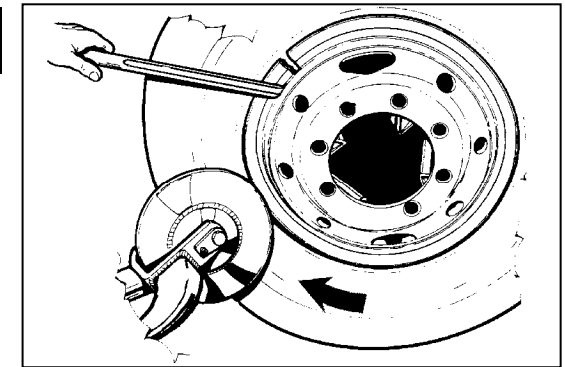

Fig.42
4. Engage one edge of the lock ring in its seat and complete the mounting process with the bead breaker disc. In the initial mounting phase hold the rim edge in its seat with a bar (Fig.42).
4. Engager une extrémité de la bague élastique dans son logement et terminer le montage à l'aide du disque détalonneur. Pendant la phase initiale du montage, retenir l'extrémité de la bague élastique dans son siège à l'aide d'un levier (Fig.42).
4. Ein Ende des Sprengrings in die Rille einlegen und die Montage mit Hilfe der Abdrückscheibe zu Ende führen. In der Anfangsphase das Sprengringende mit einem Hebel in der Rille halten (Abb.42).